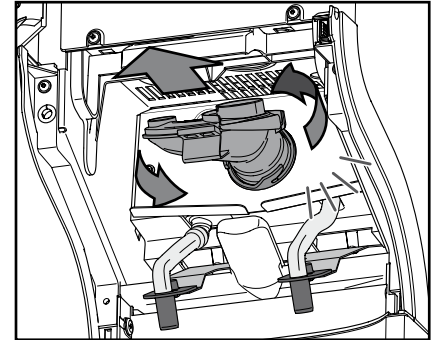

Bild 38
- Vrid mixerskålen moturs för att låsa upp den och ta bort den tillsammans med tätningringen (bild 38).